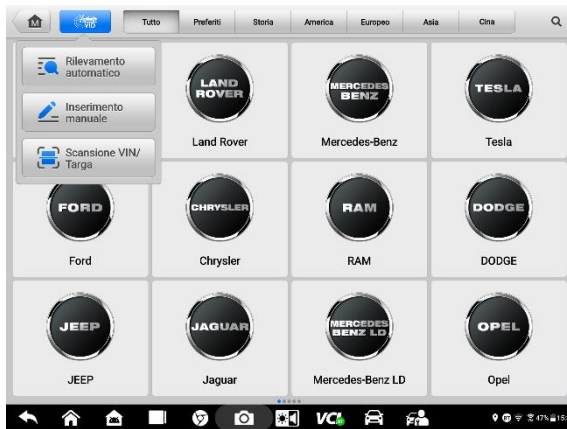

Figura 4-3 Rilevamento automatico Schermo
3. Selezionare **l'immissione manuale** (Figura 4-3).
Tocca **Scansiona VIN/Licenza** nell'elenco a discesa (Figura 4-3), la fotocamera si avvierà. Sul lato destro dello schermo, dall'alto verso il basso, sono disponibili tre opzioni: **Scansiona codice a barre** , **Scansiona numero di telaio (VIN)**) e **Scansiona patente** .